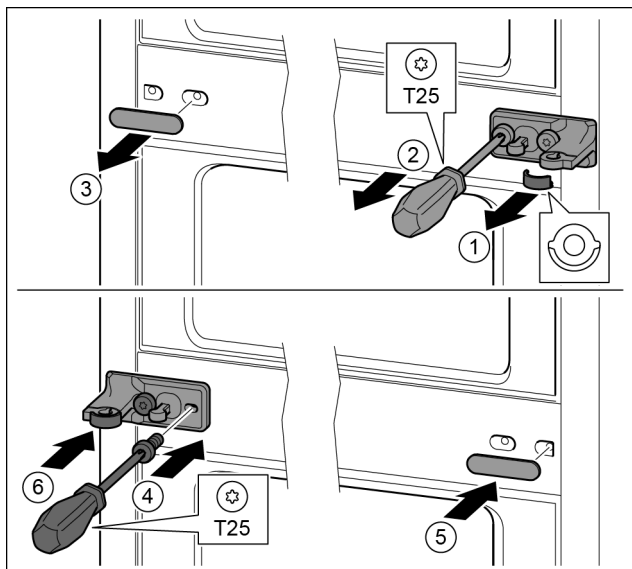

Fig. 34
- ▶ Зніміть перстину. Fig. 34 (1)
- ▶ Викрутіть гвинти за допомогою викрутки T25. Fig. 34 (2)
- ▶ Обережно зніміть кришку. Fig. 34 (3)
- ▶ Опорний кронштейн із плівкою, повернутий на 180°, закріпіть гвинтами з іншого боку. Fig. 34 (4)
- ▶ Почепіть кришку, що повернута на 180°, з іншого боку праворуч. Fig. 34 (5)
- ▶ Встановіть шайбу спереду. Fig. 34 (6)